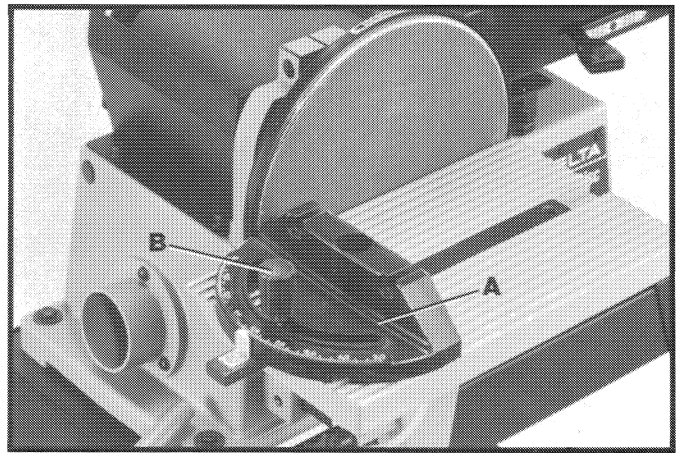

Fig. 32
Hay un accesorio de escuadra de ingletes disponible para su máquina, utilizada con la mesa del disco. El cuerpo de la escuadra de ingletes (A) Fig. 32 puede inclinarse a la derecha o a la izquierda para el lijado de ángulo o de ingletes mediante el aflojado de la perilla de cierre (B), girando el cuerpo de la escuadra de ingletes al ángulo deseado. Apriete la perilla de cierre (B).